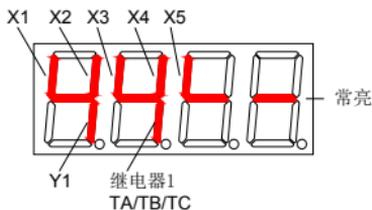

图6-27 端子状态
- ◆ 端子状态为4位数码管无单位显示, 具体含义如图6-27所示。